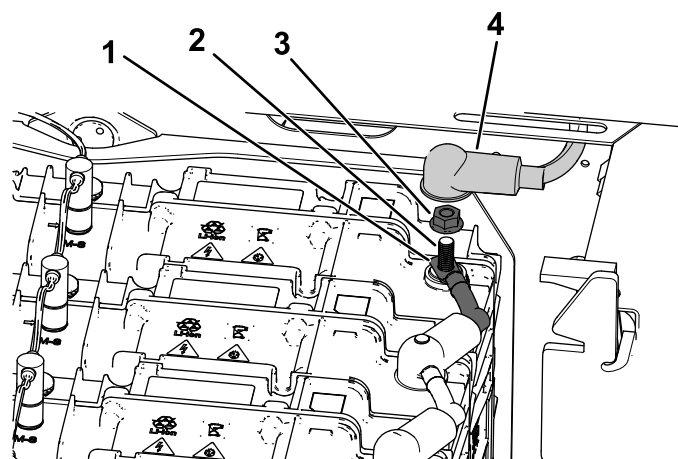

Bild 44
2. Ziehen Sie die Anschlussklemme des Minuskabels vom Akkupol ab (Bild 44).
1. Schließen Sie das Minuskabel (-) des Akkus mit der Bundmutter am Akku an (Bild 44).
2. Setzen Sie die negative (-) Polabdeckung auf den Akkupol auf (Bild 44).